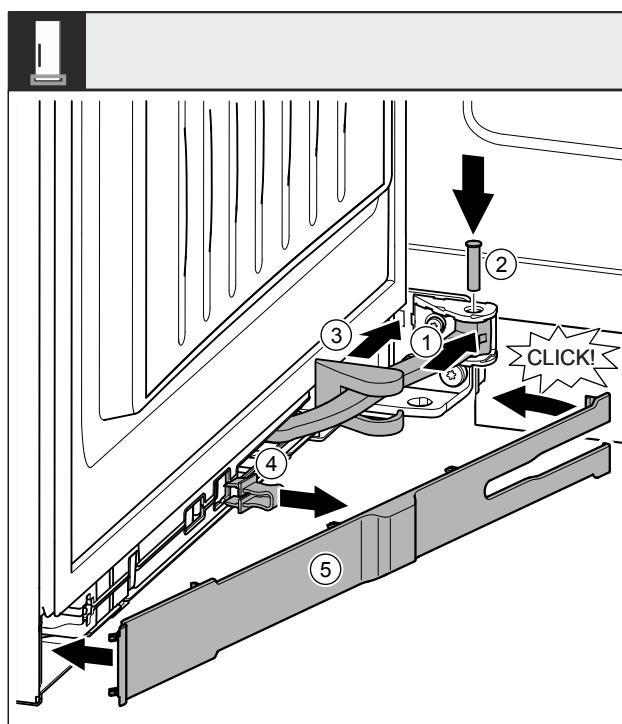

Fig. 53
- Поверніть шарнір Fig. 53 (1) у навіщені.
- За допомогою викрутки встановіть штифт Fig. 53 (2) в навішування та шарнір. При цьому виступ фікатора повинен займати правильне положення в пазу.
- Просуньте кришку опорного кронштейна Fig. 53 (3) вздовж шарніра та встановіть її над навішуванням.
- Зніміть запобіжник Fig. 53 (4).
- Встановіть накладку Fig. 53 (5) з боку ручки та поверніть.